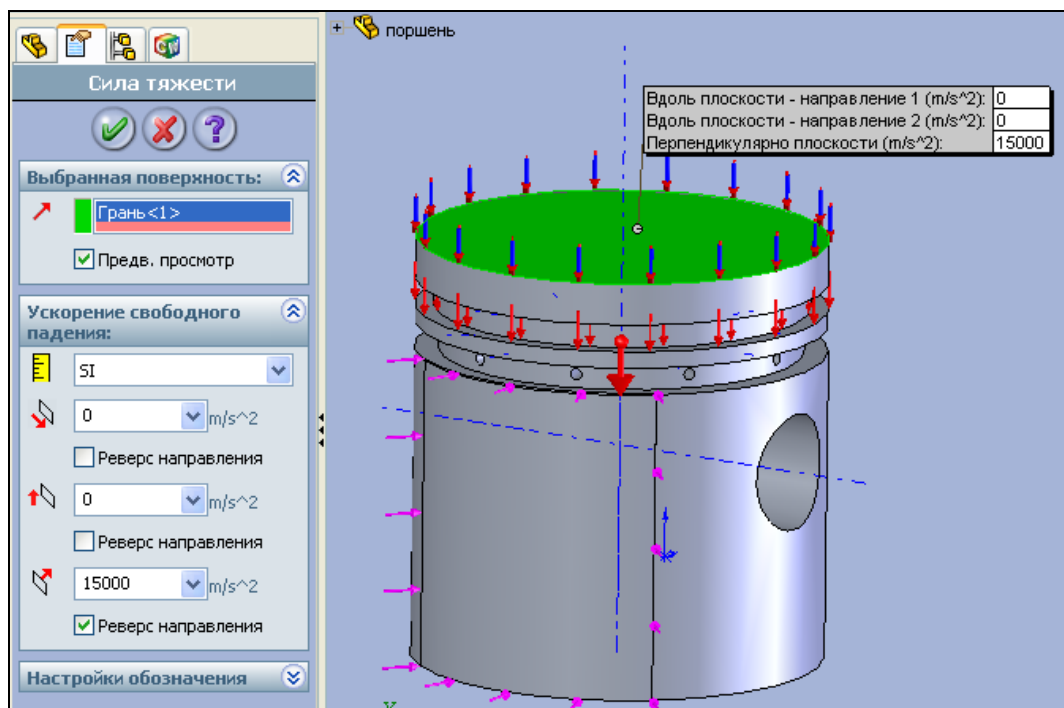

Рис. 3.11. Задание инерционной нагрузки
7. Теперь зададим инерционную нагрузку на поршень. Для этого нажмите на кнопку  — **Сила тяжести** в панели инструментов **COSMOSWorks – Нагрузки** или пройдите путь в главном меню **COSMOSWorks | Нагрузки/Ограничение | Сила тяжести**. Откроется диалоговое окно **Сила тяжести**, показанное на рис. 3.11.
Сначала нужно задать направление инерционной нагрузки. Для этого щелкните мышью в области  — **Грань, Кромка, Плоскость для направления** и затем укажите мышью днище поршня. Сила инерции поршня направлена вдоль его оси в противоположную сторону от действующего на поршень ускорения. Теперь задайте величину ускорения поршня в области  — **Перпендикулярно плоскости**, например, 15000 м/с^2 (эту величину необходимо взять из кинематического расчета КШМ). Следует задавать максимальное ускорение, действующее на поршень. Чтобы сменить направление действия ускорения, установите флажок у параметра **Реверс направления** (см. рис. 3.11). После задания всех параметров нажмите кнопку  **ОК**. Обозначением инерционной нагрузки является большая красная стрелка, указывающая направление действия ускорения.